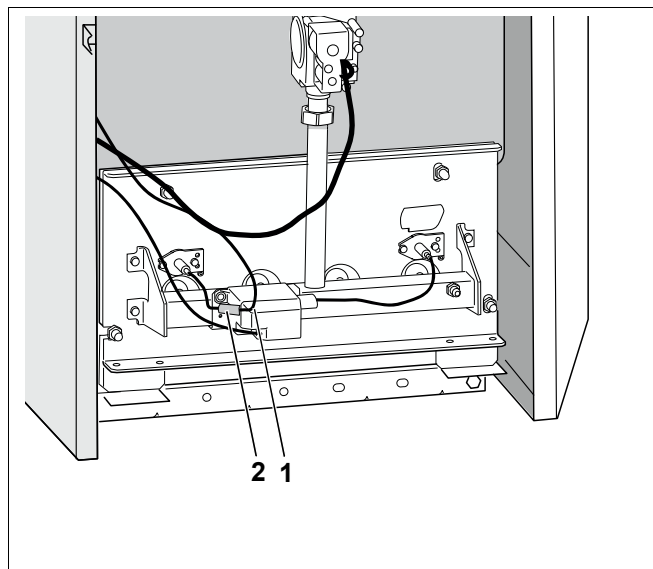

Рис. 32 Удаление контактного предохранителя
- Удалить контактный предохранитель (рис. 32, **поз. 2**) на контрольном кабеле (рис. 32, **поз. 1**) и вынуть штекер.